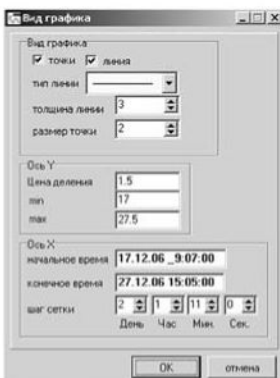

Рис.17
-кнопка вид графика - выводит диалоговое окно (рис.17), которое позволяет изменять отображение графика точками и линией (при этом можно задавать толщину линии и размер точек), изменять цену деления по осям, переносить точку начала отсчета для наглядности общего вида графика.